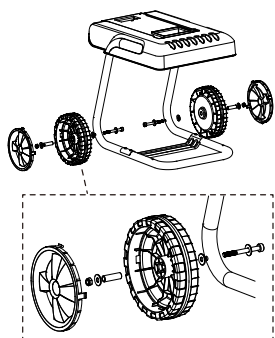

Abbildung 3
1. Nehmen Sie die dem Gerät beiliegenden Schrauben (15), den Innensechskantschlüssel (17) und den Doppelmaulschlüssel (16) zur Hand, um die beiden Räder (4) am Rahmen (2) zu befestigen. Achten Sie auf die korrekte Verwendung der Unterlegscheiben (siehe Abbildung). Stecken Sie dann die beiden Radkappen (3) wie in Abbildung 3 gezeigt in die Räder.